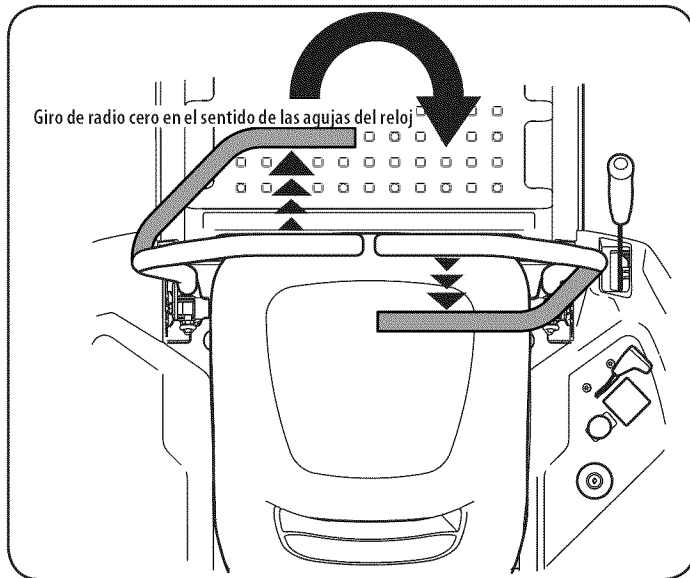

Figura 20
2. Para girar en el sentido de las agujas del reloj, mueva la palanca de control del lado izquierdo hacia adelante mientras mueve simultáneamente la palanca de control derecha hacia atrás. Vea la Figura 20.